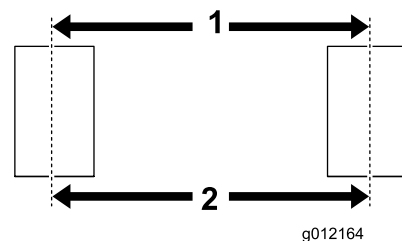

Figur 2
2. Använd fyra vagnsskruvar och fyra låsmuttrar för att montera en axel på undersidan av monteringsfästet på båda sidorna av släpvagnsflaket. Placera axeln, vagnsskruvarna och muttrarna enligt Figur 2.
3. Montera en hjulanordning på varje axelnav med fyra hjulmuttrar (Figur 2). Dra åt muttrarna till 108,47 N·m. Pumpa däcken till 0,34 bar.